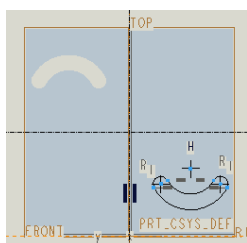

图 2-20 右下方的圆弧槽平面图
(22) 重复第 (9) 至 (18) 步的操作，在二维草图绘制界面的右下方绘制一个尺寸相同、方向相反的平面图（见图 2-20）。